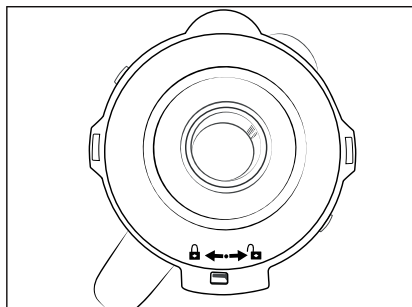

Fig. 1
- 2) Retire la tapa **2**; para ello, gírela en sentido antihorario hacia la posición  (consulte la fig. 1) hasta que pueda extraerse hacia arriba.
Para lograr una mayor estabilidad, retire la tapa **2**; para ello, gírela en sentido antihorario hacia la posición **↺** (consulte la fig. 1) hasta que pueda extraerse hacia arriba.